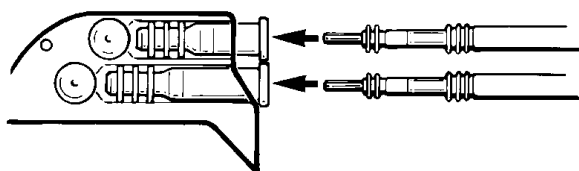

Figura 2. *Insira o conector macho do(s) eléctrodo(s) no gerador de impulsos*
3. Insira cuidadosamente a extremidade macho do conector do(s) eléctrodo(s) nos conectores do gerador de impulsos (ver figura 2). Se necessário, use água estéril como lubrificante de inserção. Os pinos de ligação IS-1 podem não ser imediatamente visíveis através do bloco de ligação. Assegure-se de que o eléctrodo foi completamente inserido.